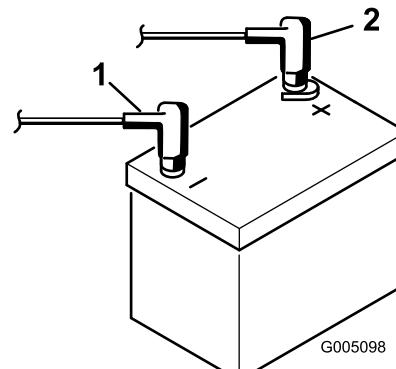

Figura 8
2. Dal solenoide del motorino di avviamento, collegate il cavo positivo (rosso) della batteria al polo positivo (+) della batteria (Figura 8). Fissatelo saldamente con una chiave e spalmate della vaselina sul morsetto. Verificate che il cavo non tocchi il sedile in posizione più arretrata, per evitare danni o usura del cavo.